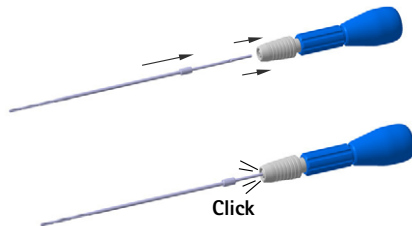

Abb. 3 Bohrermontage
- ▶ Bohrer in den Bohrhandgriff (FJ839R) einsetzen, siehe Abb. 3.